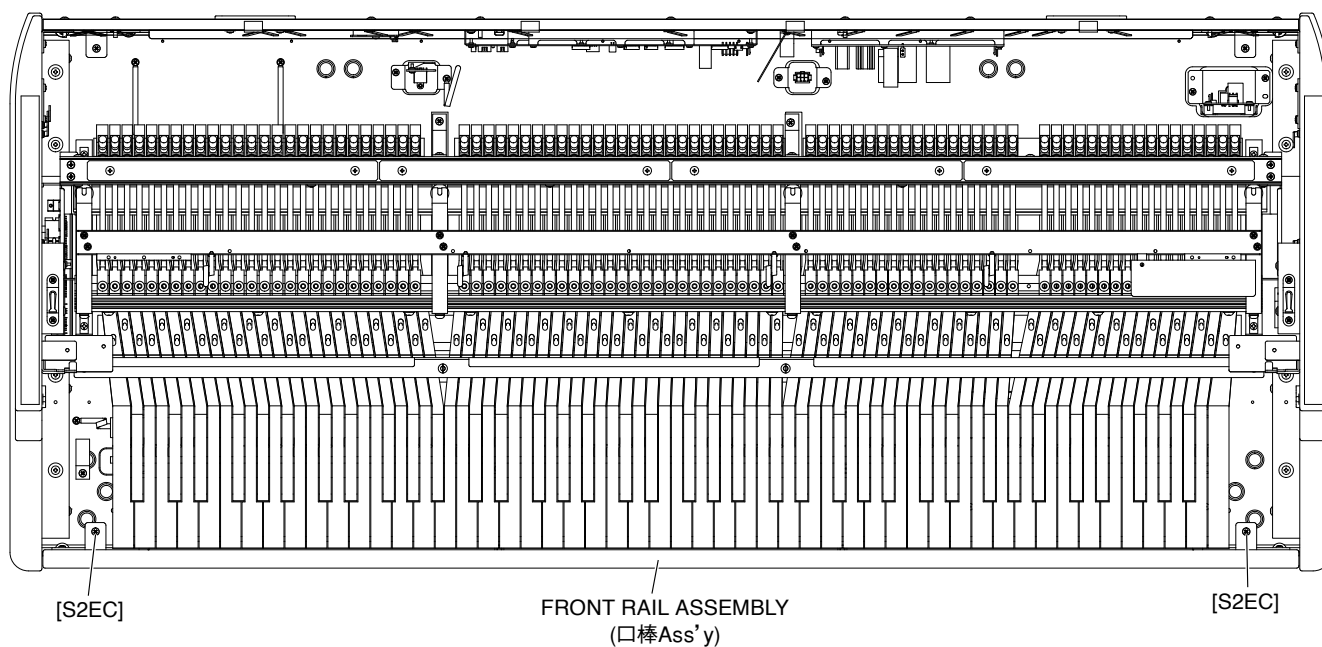

Fig. 17 (図 17)
- 20-3. Remove the two (2) screws marked [S2EC]. The front rail assembly can then be removed. (Fig. 17)
- 20-3. [S2EC] のネジ 2 本を外して、口棒 Ass'y を外します。(図 17)